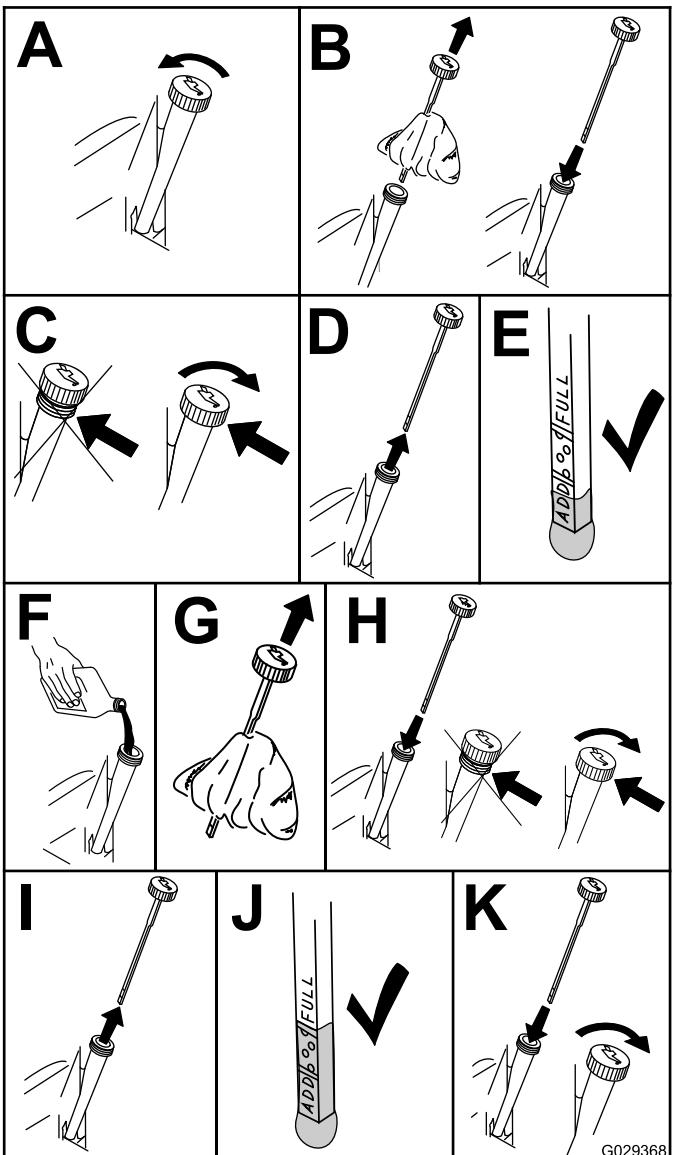

Figura 19
- Compruebe el nivel de aceite del motor (Figura 19).